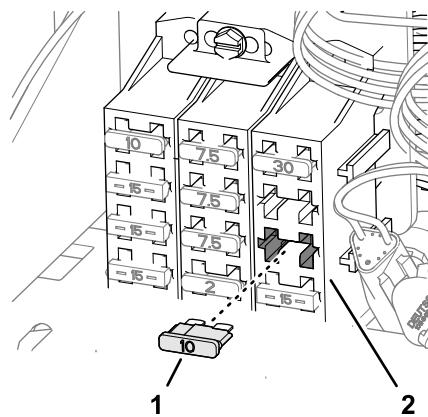

Figura 81
4. Introduzca el fusible (10 A) en el zócalo del bloque de fusibles (Figura 81) del circuito de alimentación de accesorios que utilizó en el paso 1.